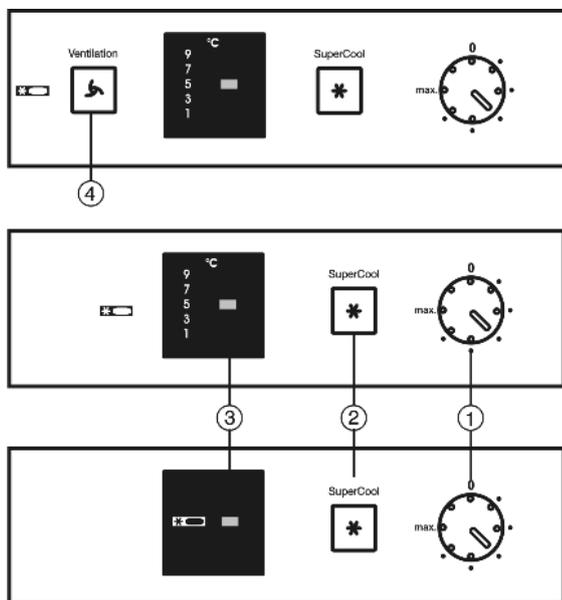

Fig. 2
- ▶ Поворачивайте регулятор температуры Fig. 2 (1) вправо с помощью монеты.
- ▶ Поворачивайте регулятор температуры *Fig. 2 (1)* с помощью монеты, пока на индикаторе температуры не высветится нужное значение.*